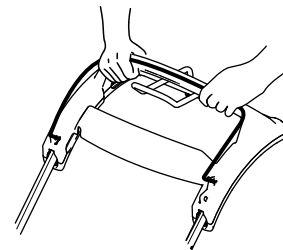

Figure 21
3. Maintenez la barre de commande des lames contre la poignée (Figure 21).